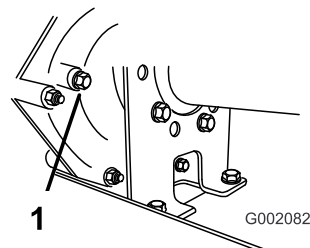

Figure 59
2. Enlevez le boulon de l'orifice de l'indicateur de niveau (Figure 59).